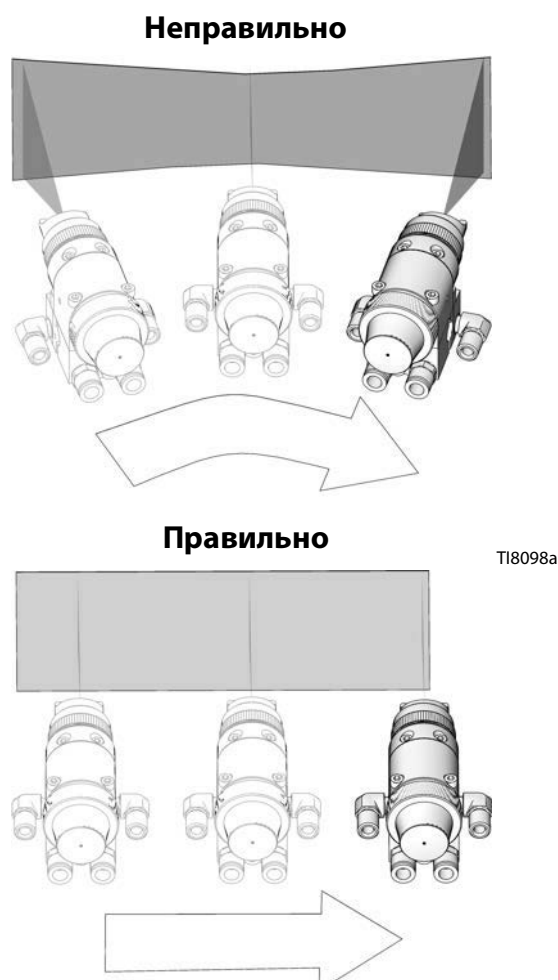

Рис. 15: Правильный способ распыления
- Распыляйте плавными, параллельными движениями, с 50% перекрытием, вдоль поверхности. См. Рис. 15.